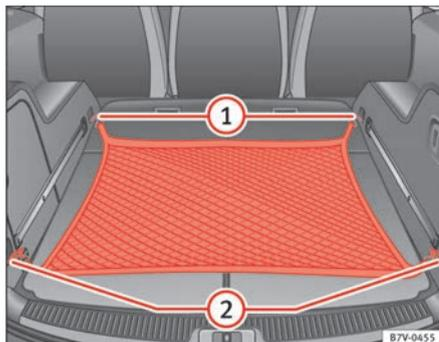

Abb. 106 Im Gepäckraum: Flach eingehängtes Gepäcknetz.
- Haken des Gepäcknetzes in die Verzurrösen ⇒ Abb. 106 ① und ② einhängen.
- Haken des Gepäcknetzes aus den Verzurrösen ⇒ Abb. 106 ① vorsichtig aushaken.
- Haken des Gepäcknetzes aus den Verzurrösen ⇒ Abb. 106 ② vorsichtig aushaken.